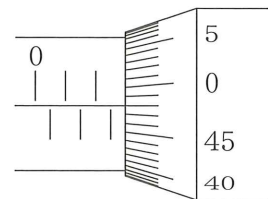

図8
(3) この部品をマイクロメータで測定したところ、図8のようになった。このときの寸法を解答用紙の (e) 欄に、小数第2位まで記入しなさい。